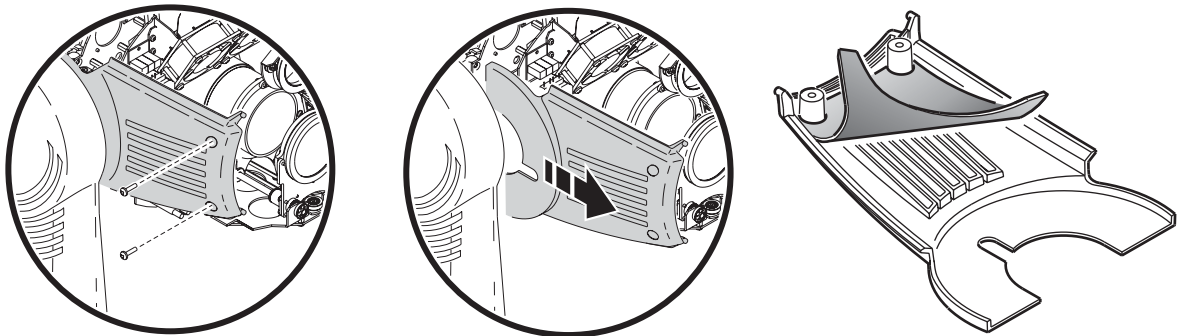

Figura 21: Cambio del filtro de aire
6. De cada lado de la cabeza, quitar los dos tornillos y extraer las cubiertas laterales. Para extraerlas, tirar de ellas hacia adelante. Limpiar los filtros o reemplazarlos. Si están saturados de suciedad, sumergirlos en agua jabonosa, aclarar y secar. Recolocar los filtros y las cubiertas. Ver Figura 21.